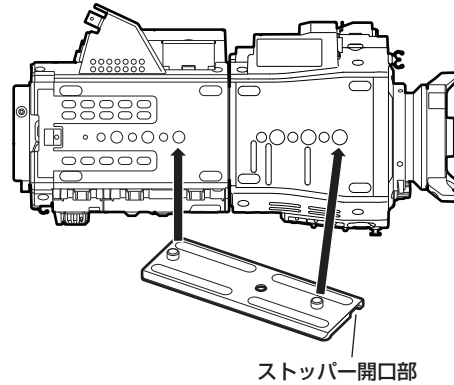

図 2
- 3 スライドレールのストッパー開口部をカメラ本体の前方向に向け、カメラ底面に付属のねじ (2 本) で図に示したねじ穴にしっかりと取り付ける。(図 2)